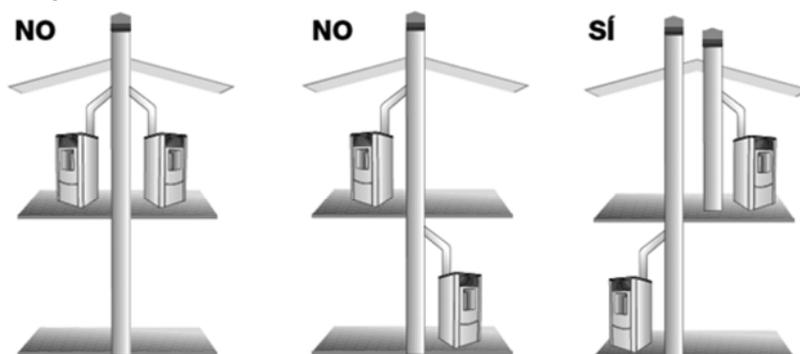

fig. 1: metodi per installare l'uscita dei fumi
- Non dovrà collegarsi nessun altro tipo di camino, stufa, caldaia o campana di ventilazione (fig 1).